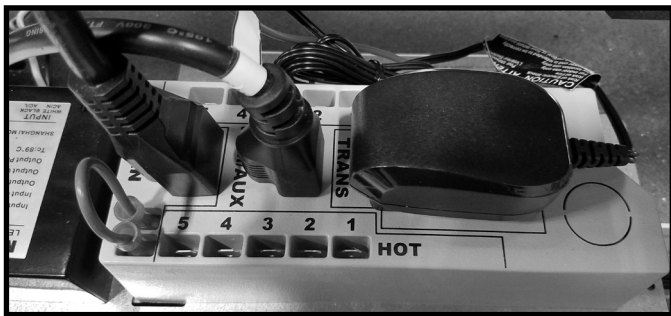

Figure 8.2 Détails de la boîte de jonction
4. Retirez la vis qui maintient la boîte de jonction au panneau du plateau de commande. Voir la figure 8.2.